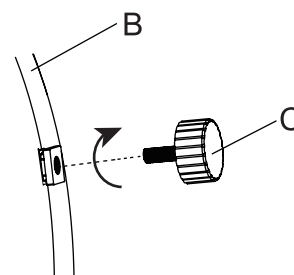

Figure 1
1. Su kito žmogaus pagalba atsargiai padėkite židinį (B) ant lygaus, neabrazyvinio paviršiaus, kad išvengtumėte įbrėžimų. Patikrinkite apatinius kampus, sulygiuokite kojelės (C) su varžtų skylėmis ir prisukite pagal laikrodžio rodyklę (žr. Figure 1).